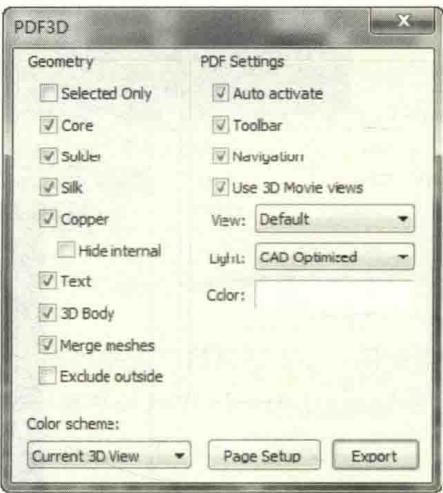

图 11-46 3D PDF 输出设置
(2) 在弹出的如图 11-46 所示的对话框中，可以采用 Altium Designer 默认设置，也可以选择性地输出。常用输出选项释义如下。
- ① Solder：阻焊。
- ② Silk：丝印。
- ③ Copper：铜皮，可以复选“Hide internal”（隐藏内层）。
- ④ Text: 文字。
- ⑤ 3D Body: 3D 模型，这个一定要输出。